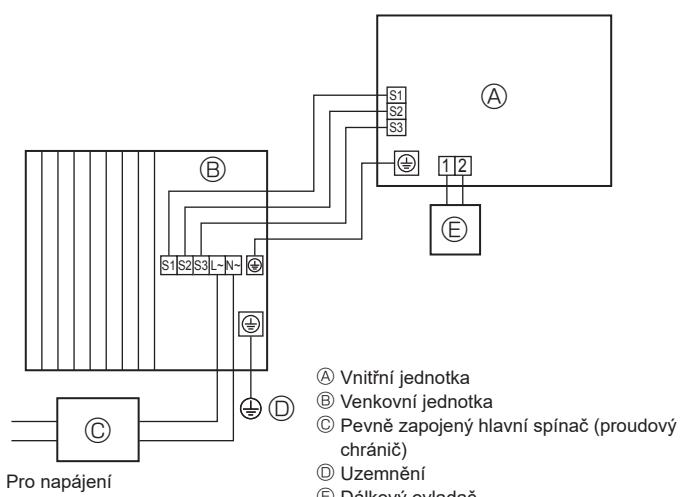

Fig. 6-1
6.1. Venkovní jednotka (Fig. 6-1, Fig. 6-2, Fig. 6-3)
- ① Sejměte servisní panel.
- ② Zapojte kabely podle ilustrací Fig. 6-1, Fig. 6-2 a Fig. 6-3.